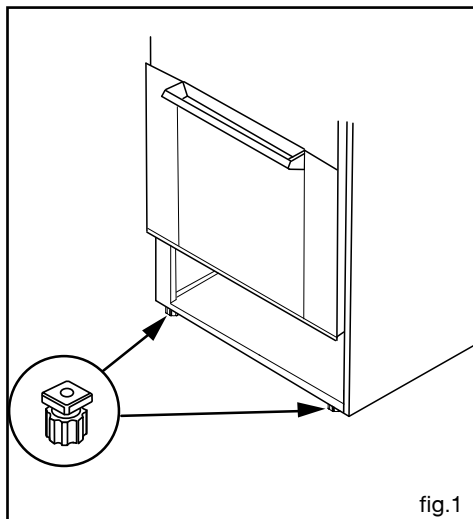

fig.1
• **PIEDS REGLABLES** (suivant modèle) fig.1